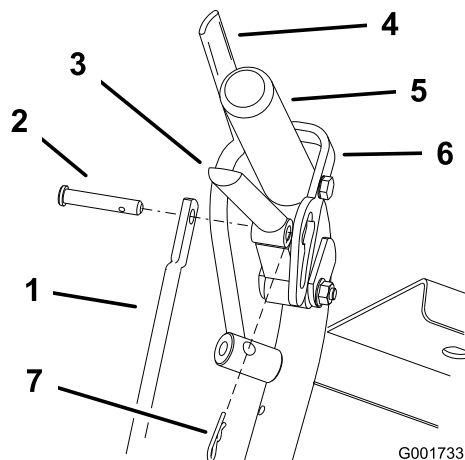

Figure 17
- Retirez les goupilles fendues et les axes de chape des leviers de déplacement et des verrous du point mort (Figure 17).
8. Posez la goupille fendue entre les leviers de déplacement et les verrous de point mort, et dans les axes de chape (Figure 17).